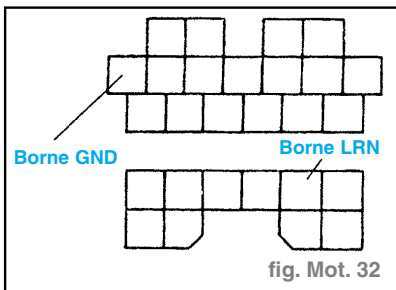

fig. Mot. 32
- Raccorder la borne **LRN** (apprentissage du cylindre et du différentiel) et la borne **GND** du **DLC** au moyen d'un câble volant. (fig. Mot. 32)